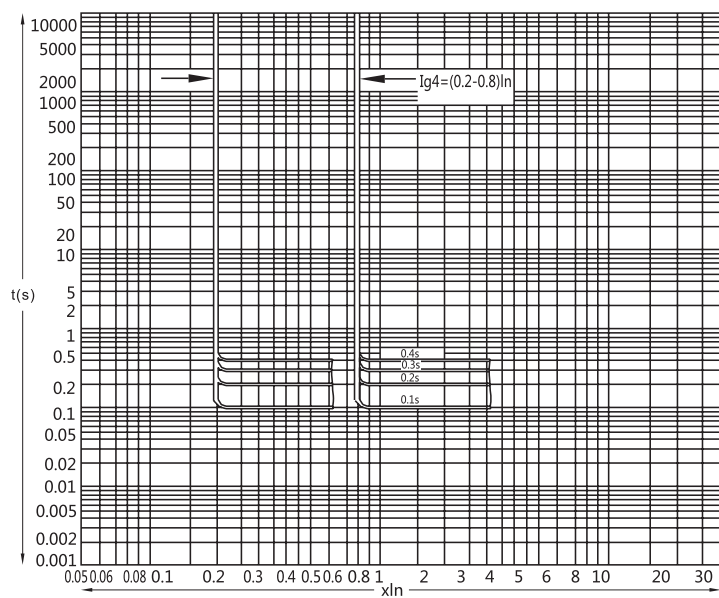

图2 接地故障保护特性
- 4.3.6 接地故障保护为定时限，其延时特性符合表 5，其保护特性见图 2。